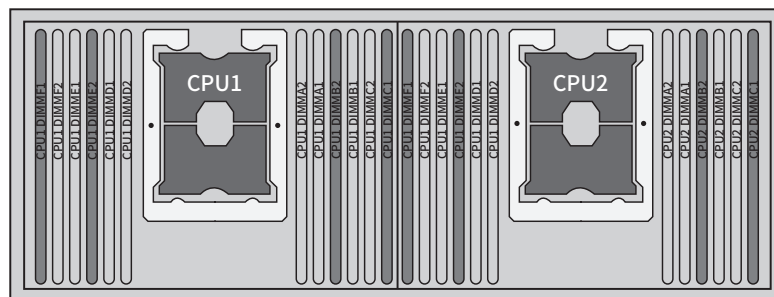

图1-7 内存插槽
云主机支持12个DDR4 Channel, 共24个插槽, 位置如图1-7所示。
- 内存条的安装, 请优先使用蓝色插槽(即图1-7中深色插槽), 蓝色插槽用完后再用黑色插槽。